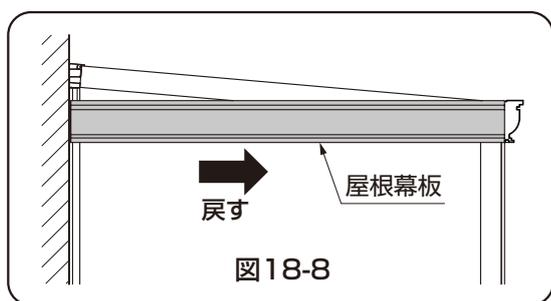
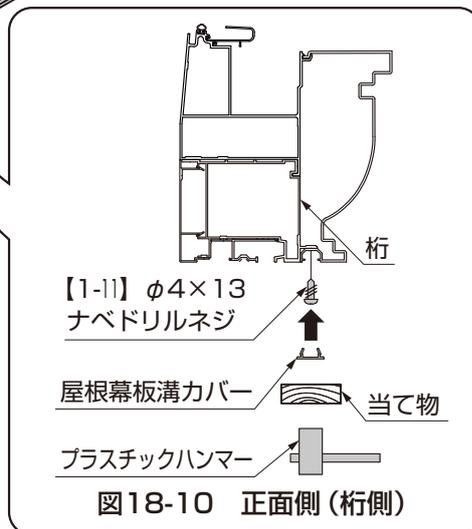

図18-8
図18-10 正面側（桁側）
- ④側面側の屋根幕板を屋根幕板コーナーキャップに寄せて、しっかりとめ込んでください。（図18-8参照）
- ⑤屋根幕板コーナーキャップと屋根幕板を【1-7】で固定してください。
- ⑥屋根幕板を幕板取付材、桁に【1-11】で固定し、屋根幕板溝カバーをはめ込んでください。（図18-9、図18-10参照）